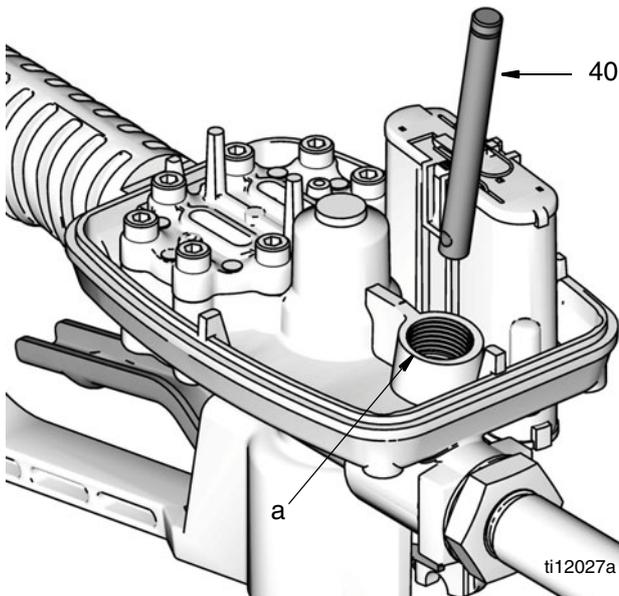

FIG. 23
- b. Retire la carcasa del medidor de la prensa de tornillo. Voltéela y vuelva a asegurarla en la prensa de tornillo. Inserte la varilla de disparo (40) en la abertura (a) de la carcasa del medidor (FIG. 23).